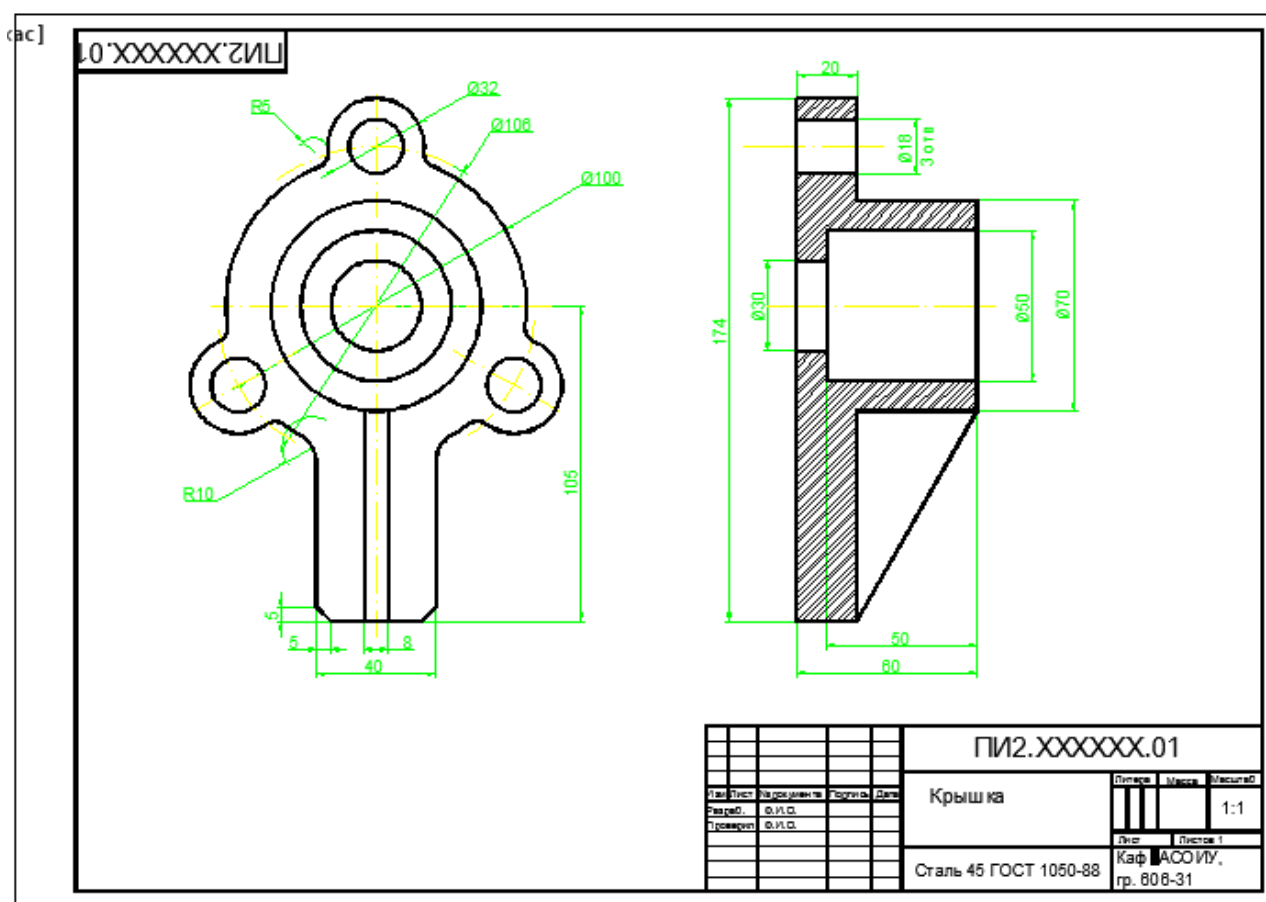

Рис. 33. Готовый чертеж детали
- для нанесения размеров используйте команду меню **Размеры (Dimension)**, на которой выбирается один из предложенных типов размерных линий. Последовательно выполняйте нанесение размерных линий (рис. 33), внимательно отвечайте на запросы системы.